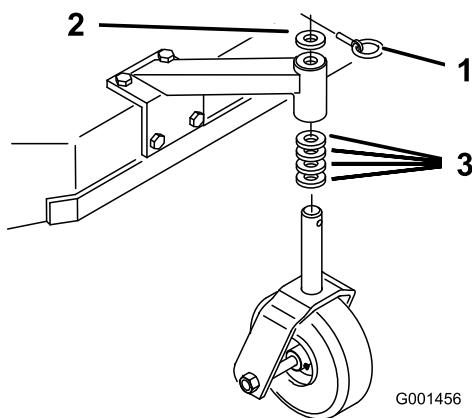

Figure 20
- En vous reportant au Tableau de hauteur de coupe, ajustez les entretoises des roues pivotantes en fonction du trou de réglage de l'essieu sélectionné (Figure 20).
- Retirez la goupille de verrouillage, sortez la roue pivotante de son support et changez les entretoises (Figure 20).
- Mettez la roue pivotante en place dans le support et insérez la goupille de verrouillage (Figure 20).